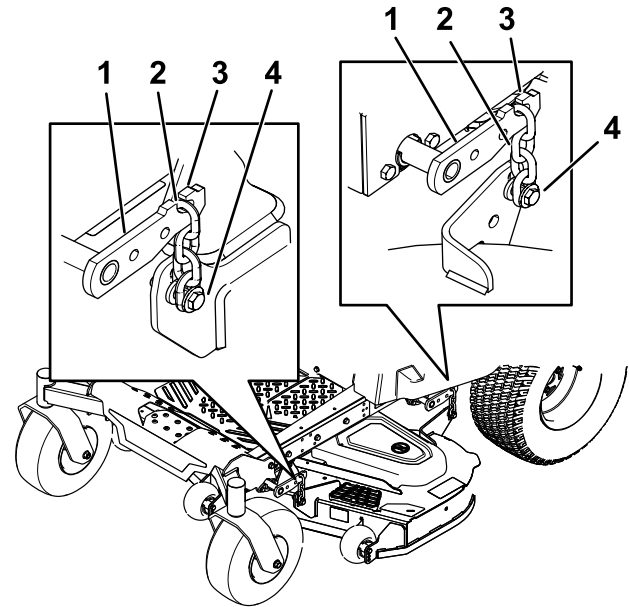

Figura 74
5. Slăbiți uruburile de reglare din toate cele 4 culori, pentru a vă asigura că puntea este fixată corespunzător pe cele 4 blocuri (Figura 74).
6. Asigurați-vă că toate cele 4 lanuri sunt tensionate (Figura 74).
7. Strângeți cele 4 uruburi de reglare (Figura 74).